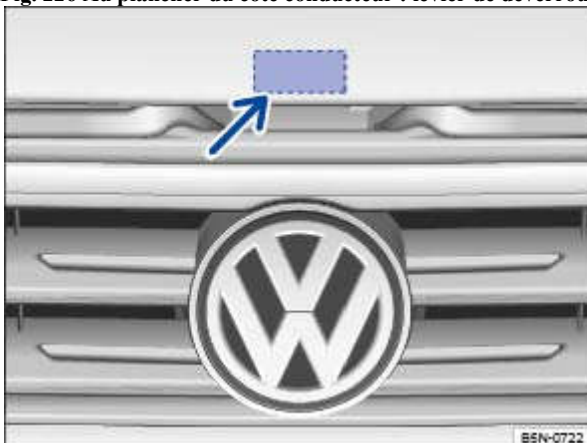

Fig. 227 Au-dessus de la grille de calandre : levier de commande du capot-moteur
- Soulevez le capot-moteur en le saisissant par le levier de commande → Fig. 227 (flèche) et ouvrez-le complètement. Le capot-moteur est maintenu à l'aide du vérin pneumatique.